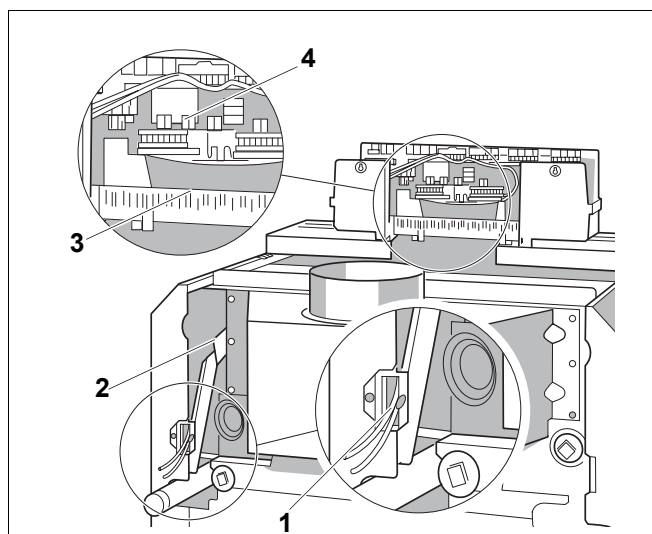

Рис. 18 Кабельный ввод и штекерные соединения, Система управления Logamatic 4000
Электрические соединительные провода заказчика и соединительный провод от системы контроля дымовых газов проведите к системе управления снизу через кабельный ввод (рис. 18, **поз. 1**) в кабельный канал (рис. 18, **поз. 2**).
- Выполните электрические подключения штекерных соединений (рис. 18, **поз. 4**) системы управления в соответствии с прилагаемой электросхемой.